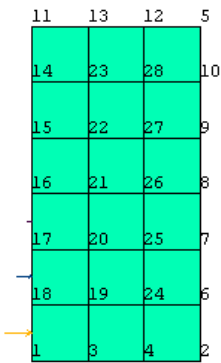
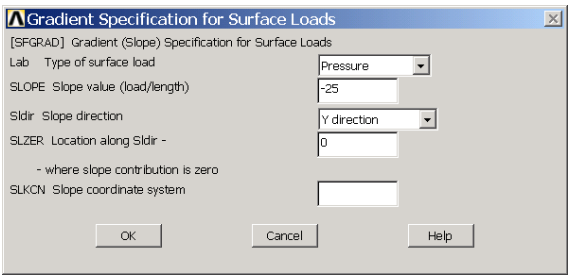

图5.36 矩形面模型
图5.37 指定斜率对话框
例如要对图 5.36 所示的矩形面施加线性变化的压力，可在笛卡尔坐标系中 Y 方向指定其斜率。其具体操作步骤如下：
- (1) 重新启动 ANSYS，定义单元类型 SHELL43，并建立边长为 20 和 40 的矩形面。
- (2) 按图 5.36 所示进行网格划分，并打开节点号显示。
- (3) 单击工具栏上的 **SAVE\_DB** 按钮保存当前模型，本章以后还要用到此模型。此模型在光盘的 “\ch05\ex3\” 目录中也可以找到。
- (4) 单击 Main Menu>Solution>Define Loads>Settings>For Surface Ld>Gradient 菜单，弹出如图 5.37 所示的【Gradient Specification for Surface Loads】对话框。
还以图 5.36 所示的矩形板模型为例,对节点 1、2、3 和 4 施加函数荷载,具体操作步骤如下: